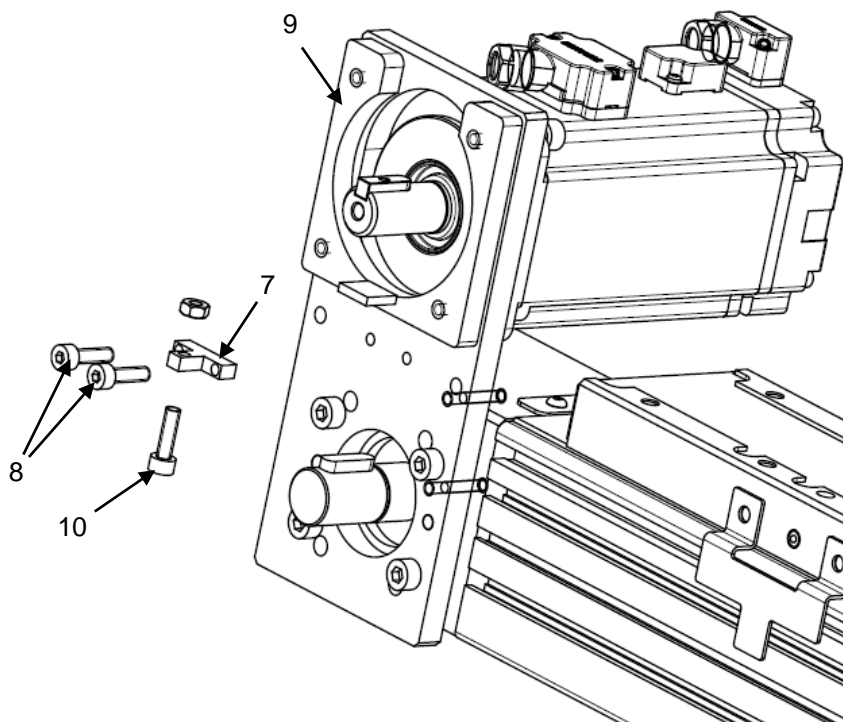

Рисунок 11 – Установка монтажной пластины
- 2) Установите планку (поз. 7) с помощью винтов (поз. 8) (рисунок 11). С помощью винта и гайки (поз. 10) отрегулируйте положение монтажной пластины (поз. 9);